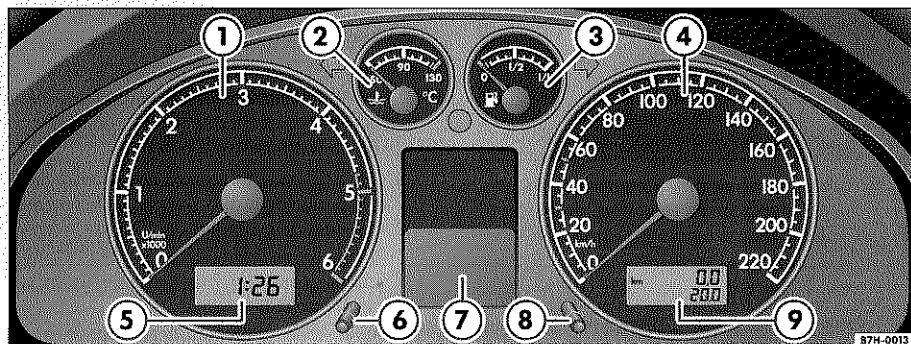

Fig. 4 Detalle del tablero de instrumentos: cuadro de instrumentos
El contador superior del cuentakilómetros ⇒ fig. 4 ⑨ registra el trayecto total (kilometraje total).
Si, por ejemplo, la aguja se sitúa exactamente sobre el 2, esto corresponde a un régimen de 2.000 rpm ⇒ página 6, fig. 4 ①.
La indicación del servicio aparece bien en el cuentakilómetros ⇒ página 6, fig. 4  o bien en la pantalla para mensajes diversos ⇒ página 6, fig. 4 .
Si hay que realizar algún servicio próximamente, en el cuentakilómetros aparecerá un **preaviso de servicio**. O bien aparece el mensaje **SERVICIO EN ...KM**, con la indicación de los kilómetros, o el mensaje **SERVICIO EN ...DIAS**, con los días que faltan hasta la fecha del próximo servicio. Aproximadamente 20 segundos después de haber conectado el encendido o de tener el motor en marcha, desaparece dicho mensaje. Si quiere volver a consultar este mensaje de servicio, mantenga presionado durante 2 segundos el botón de puesta a cero del cuentakilómetros "parcial" ⇒ página 6, fig. 4  con el encendido conectado.
- Con el botón ⇒ página 6, fig. 4  pulsado, conecte el encendido. En la pantalla debe aparecer **SERVICIO** o **SERVICIO AHORA**.